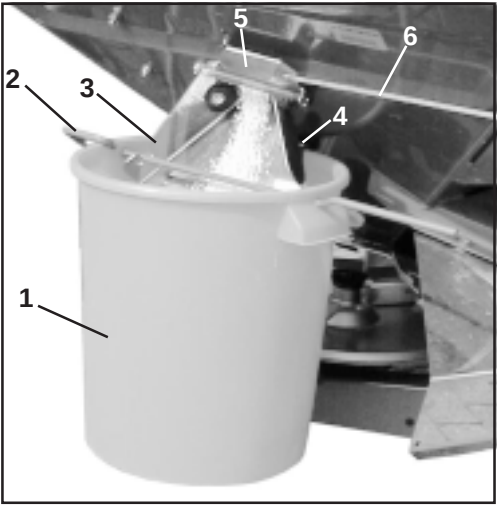

Рис. 7.12
- Подвесьте улавливающую емкость (Рис. 7.12/1) при помощи скобы (Рис. 7.12/2) на наклонном лотке (Рис. 7.12/3). Вставьте улавливающую емкость в зажимное приспособление (Рис. 7.12/4 и 7.11/1).
- Боковую шиберную заслонку (Рис. 7.12/5) наклонного лотка откройте полностью прикл. на 5 сек. при помощи троса (Рис. 7.12/6) (чтобы обеспечить равномерный поток удобрений). Затем уловленные удобрения необходимо высыпать обратно в распределитель.